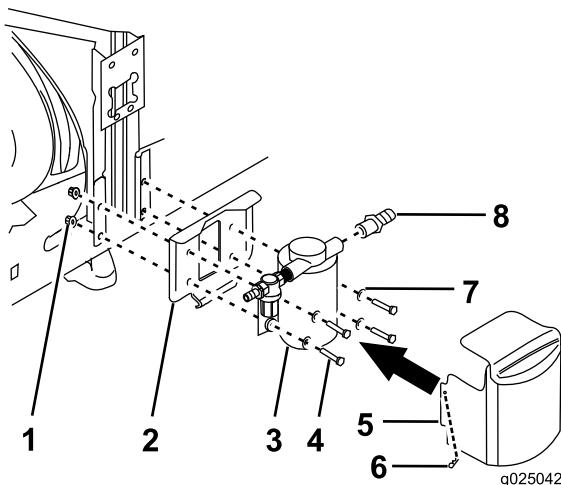

図 13
7. ポンプをフレームに固定する；すすぎポンプ取り付けブラケットとボルト（4本）、フランジ付きウィズナット（4個）、ワッシャ（4枚）を使用する（図 13）。